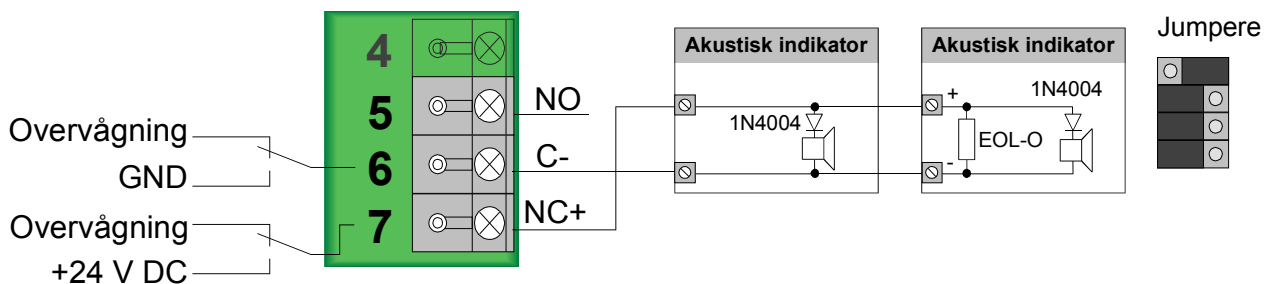

Fig. 58: Principdiagram f.eks. Relæ 2 og jumpernes position
- EOL-O afslutningselementet (Art. nr. 808624) sættes i det sidste modul i henhold til fig. 58. Vær opmærksom på modulets polaritet (+/-).